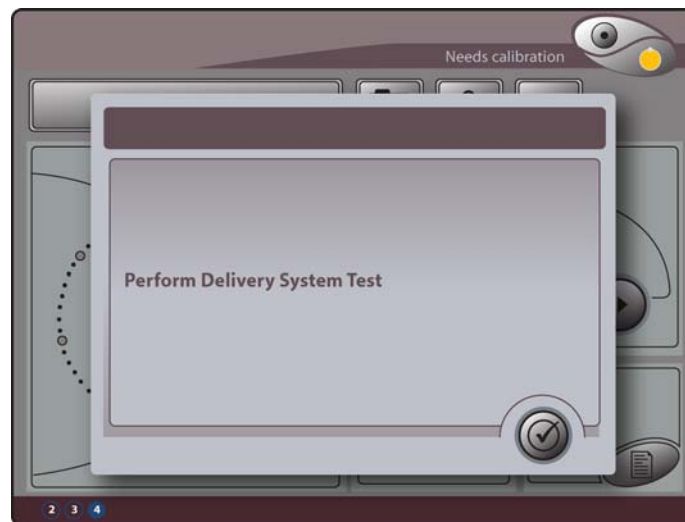

Figura 3-4: Cuadro de diálogo de prueba del sistema de suministro
- A continuación aparecerá un cuadro de diálogo en el que se solicitará probar el sistema de suministro (consulte la **Figura 3-4**). Durante esta prueba, el sistema analizará el aplicador que se ha introducido en el orificio de calibración.